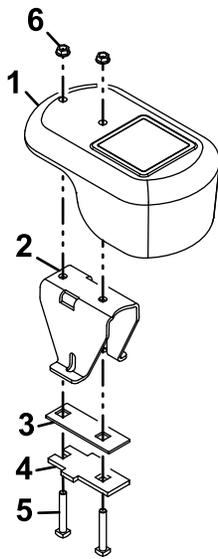

Figure 7
- Fixez les plaques à la masse à l'aide des boulons ($\frac{3}{8}$ " x $2\frac{1}{2}$ ") et écrous ($\frac{3}{8}$ ") (Figure 7).